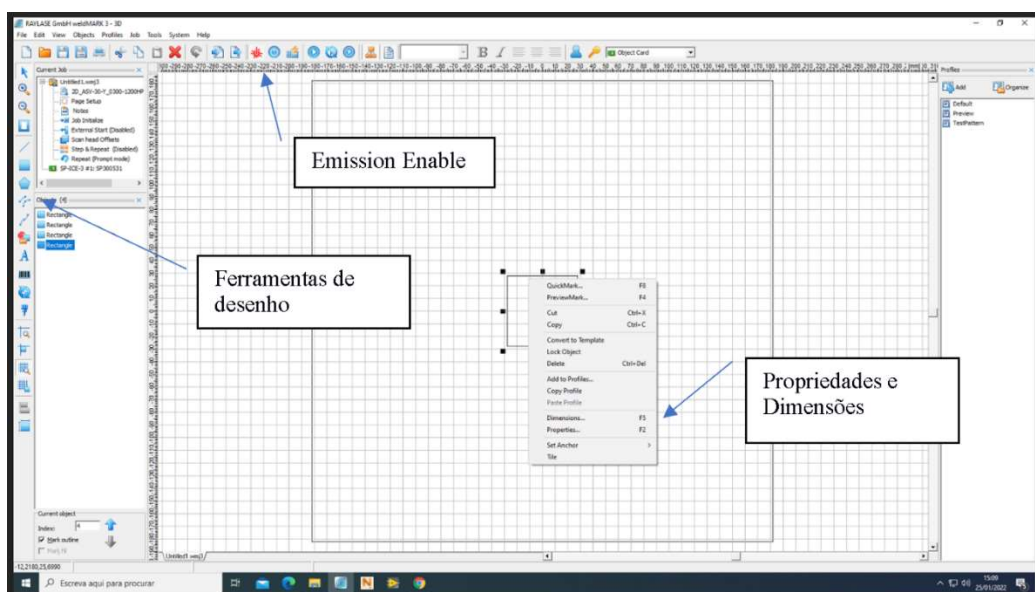

Figura 67 – Software WeldMark 3 com descritivos
- Iniciar o Software Weldmark 3 (Figura 67)